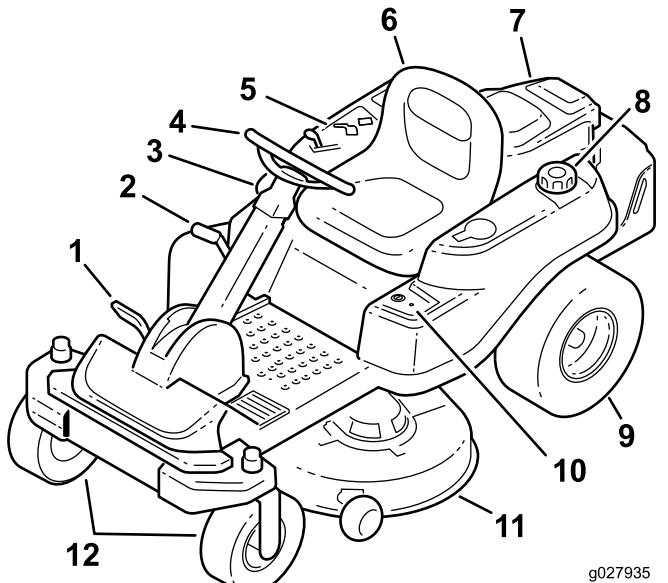
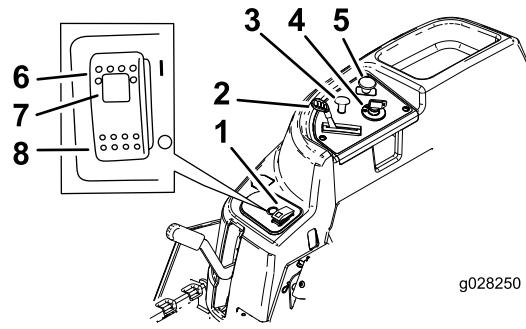

Figura 5
Figura 6
Antes de poner en marcha el motor y trabajar con la máquina, familiarícese con todos los controles en Figura 5 y Figura 6.
Utilice el estárter para poner en marcha un motor frío. Tire del mando del estárter hacia arriba para activarlo. Presione el pomo del estárter hacia abajo para desactivarlo (Figura 6).
El acelerador controla la velocidad del motor y tiene un ajuste variable continuo de LENTO a RÁPIDO (Figura 6).
El mando de control de las cuchillas (TDF) engrana y desengrana la transmisión de potencia a las cuchillas del cortacésped (Figura 6).
La palanca de altura de corte se utiliza para bajar y elevar la carcasa desde su asiento. Cuando levanta la palanca (hacia usted), la carcasa se eleva del suelo, y cuando la baja (alejándola), la carcasa baja al suelo. Ajuste la altura de corte solamente cuando la máquina esté detenida (Figura 5).
- Al mover el interruptor Smart Park™ a la posición de CONECTADO (Figura 6).